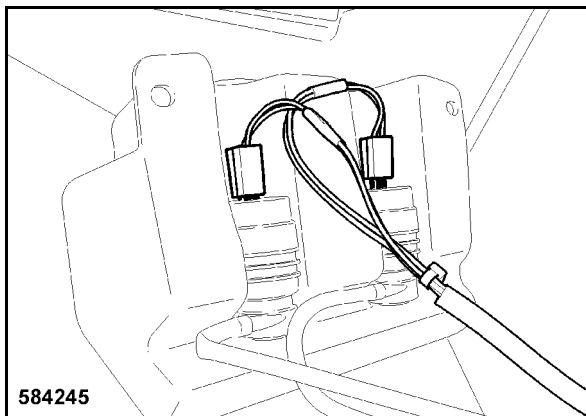

Fig. 190
- Encajar las clavijas de conexión de las bombas del lavaparabrisas (Fig. 190).